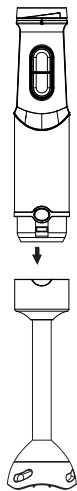

Рис. 1
- Насадку-блендер (1) используйте для приготовления соусов, майонеза, фруктовых пюре, детских смесей, смешивания разнообразных ингредиентов, для переработки фруктов и овощей, содержащих достаточное количество сока.
- Перед установкой насадки-блендера (1) убедитесь в том, что вилка шнура питания не вставлена в электрическую розетку.
- Вставьте насадку-блендер (1) в моторный блок до срабатывания фиксаторов (2), убедитесь в надёжной фиксации насадки (рис. 1).
- Погрузите насадку-блендер (1) в ёмкость с продуктами, которые вы хотите измельчить/перемешать, можно поместить продукты в стакан (11).
ВНИМАНИЕ! При переработке продуктов держите моторный блок с насадкой-блендером (1) вертикально (рис. 1).
- Для включения нажмите и удерживайте кнопку (4) «ON/OFF». Используйте этот режим работы для смешивания жидких продуктов.
- При нажатии и удержании кнопки (4) «ON/OFF» Вы можете регулировать скорость вращения насадки поворотом регулятора (5). Используйте этот режим работы для переработки жидких и твёрдых продуктов.
- Для работы в режиме максимальной скорости нажмите и удерживайте кнопку (3) «TURBO».
- Для выключения вращения насадки-блендера (1) отпустите кнопку (3 или 4).
- После завершения работы выньте вилку шнура питания из электрической розетки и снимите насадку-блендер (1), нажав на кнопки фиксатора (2) (рис. 1).